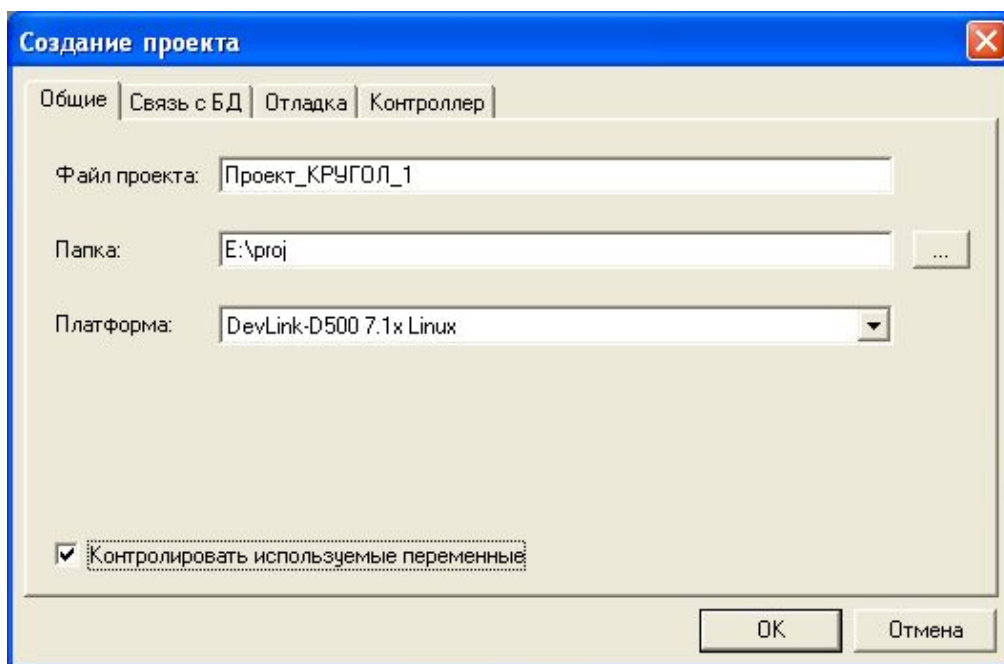

Рисунок 2.1 – Окно «Создание проекта»
- 2 В появившемся окне «Создание проекта» (рисунок 2.1) задать необходимые характеристики проекта
- 3 На вкладке «Общие» (рисунок 2.1) ввести имя создаваемого проекта (поле «**Файл проекта**»), путь к каталогу, в котором он будет расположен («**Папка**»), и целевую платформу, которая выбирается из списка доступных платформ («**Платформа**»)